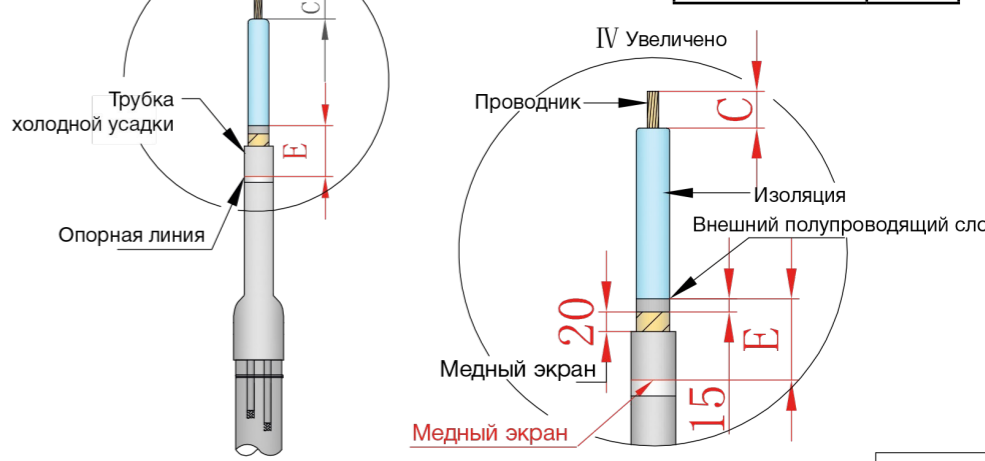

Рис. 6
- 6.1. Удалите часть медного экрана таким образом, чтобы осталось 20 мм экрана над краем холодноусаживаемой трубки. Снимите внешний полупроводящий слой. Расстояние от края медного экрана до края полупроводящего слоя должно составить 15 мм (показано на рис. 6).